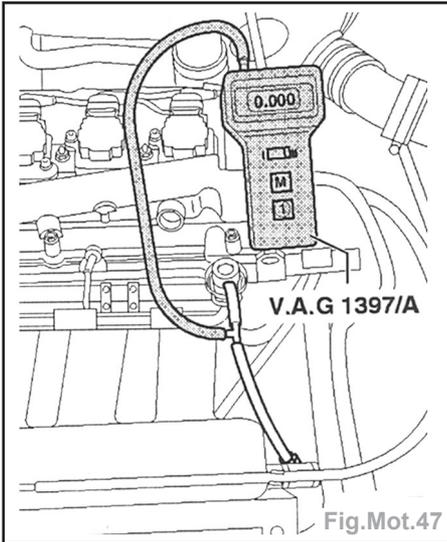

Fig.Mot.47
- Débrancher de la tubulure d'admission le flexible de raccord entre la tubulure et le régulateur de pression et raccorder un té, brancher l'appareil de contrôle (Fig.Mot.47).